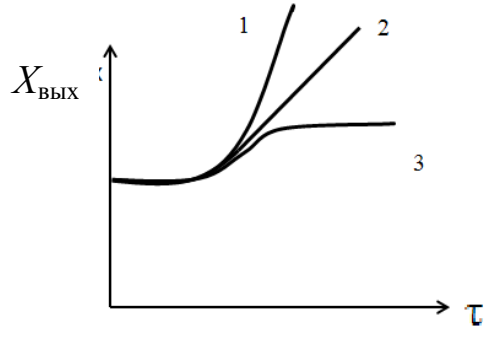

Рис. 1
4. Укажите, какая из приведенных на рис. 1 динамических (переходных) характеристик объектов (1, 2 или 3) характерна для неустойчивого объекта.